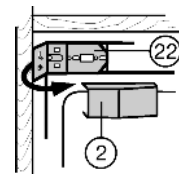

Fig. 17
► Fije la parte lateral de la brida en U Fig. 17 (22).
► Vuelva a colocar la cubierta Fig. 17 (2).
► Cierre todos los orificios con tapones Fig. 17 (30,5).